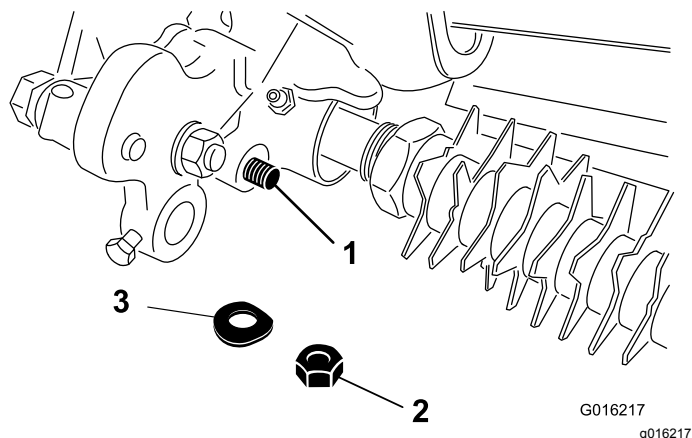

Рисунок 13
29. Прикрепите конец стержня узла рычага регулятора к узлу привода механической щетки с помощью тарельчатой шайбы и контргайки (**Рисунок 13**).
34. Прикрепите конец стержня узла рычага регулятора к узлу привода щетки с помощью тарельчатой шайбы и контргайки (**Рисунок 13**).